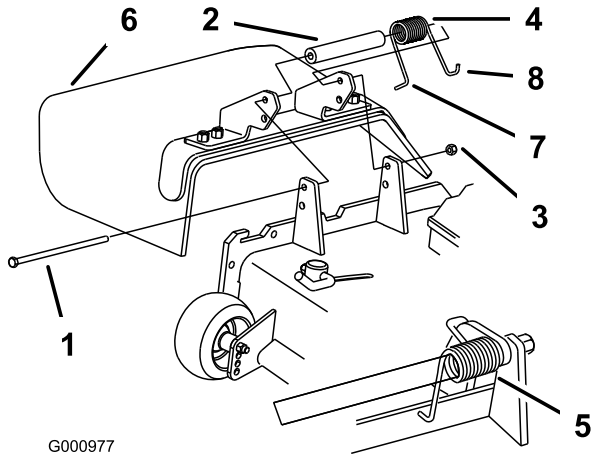

Figura 2
1. Coloque el espaciador y el muelle entre los soportes del deflector de hierba (Figura 2). Coloque el gancho en J del extremo izquierdo del muelle detrás del reborde de la carcasa.
Nota: Asegúrese de colocar el gancho en J del extremo izquierdo del muelle detrás del reborde de la carcasa antes de instalar el perno, según muestra Figura 2.
2. Instale el perno y la tuerca. Coloque el extremo derecho en J del muelle alrededor del deflector de hierba (Figura 2).